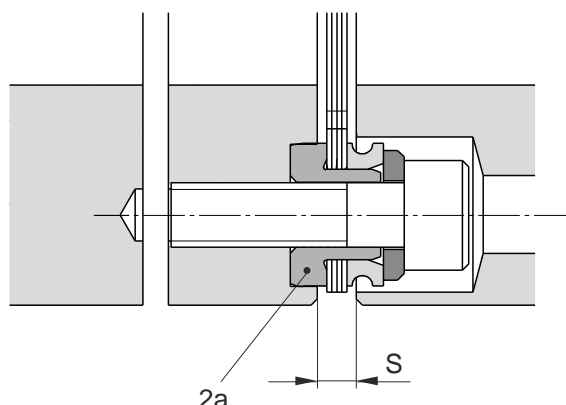

Рис. 4
Этот пакет дисков/ламелей (2) принципиально монтируется так, что втулка с буртиком (**Деталь 2а, Рис. 4**) совмещается с соответствующим подходящим отверстием в соответствующей втулке, соединительной пластины (4) или в гильзе (3).
Для предотвращения осевого перекоса пакетов дисков необходимо соблюдать размер "S" (см. Рис. 4 / стр. 9 и Таблица 1) при выравненных угловом и радиальном смещениях валов.